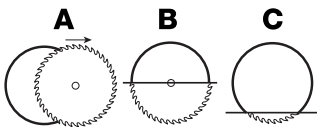

FIGURE 4
Cette Scie à Rail Plongeante de 6-1/2" comprend un sélecteur de mode qui permet un réglage rapide et facile de 3 fonctions communes, le mode peut être sélectionné en tournant le levier (D) Fig.4 aux mode souhaité.
3 fonctions communes (voir Fig.4):
- Mode de changement de lame (A) Fig.4
- Mode d'action plongeante libre (coupes générales) (B) Fig.4.
- Coupe incisive (0,1"/ 2.5 mm de profondeur) (C) Fig.4.
**Mode de changement de lame (A) Fig.4**
**Mode d'action plongeante libre (coupes générales) (B) Fig.4.**
- 1) Tournez le levier de sélection de mode au mode d'action plongeante libre (B) Fig.4 tel que montré.
**Mode coupe incisive (C) Fig.4.**
- 1) Tournez le sélecteur de mode au mode de coupe incisive (C) Fig.4.
- 2) Pivotez le sélecteur de mode à la mode d'action plongeante libre (coupes générales) (B) Fig.4. Réglez la profondeur de coupe en plongée à 1/2", juste assez pour ne couper que la bande de caoutchouc.